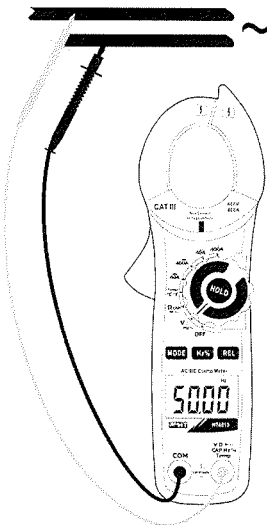

Fig. 4 : Utilisation de la pince pour mesures de Fréquence et Duty Cycle
3. Insérer le câble rouge dans l'entrée du jack $V\Omega Hz\%Temp$ et le câble noir dans la borne d'entrée **COM** (Fig. 4) pour la mesure de fréquence avec embouts. La valeur de fréquence (Hz) ou de duty cycle (%) apparaît à l'écran.